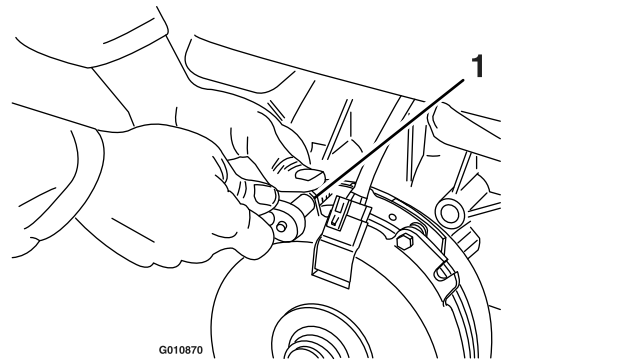

Figura 71
- A. Afloje ambos pernos de montaje del freno entre media y una vuelta, según se muestra en Figura 71.